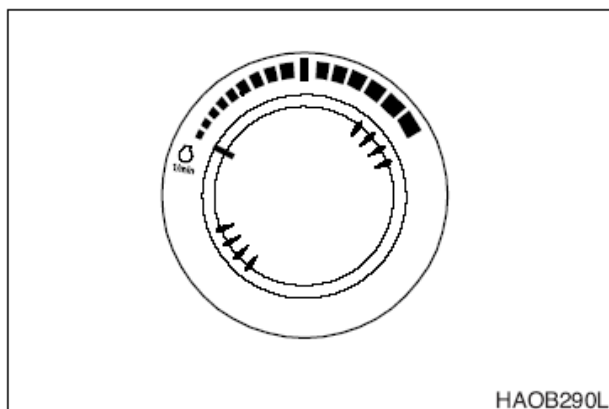

Рис. 17
1. Дать двигателю поработать на малых оборотах холостого хода **LOW IDLE** (без нагрузки) 5 минут (рис. 17).